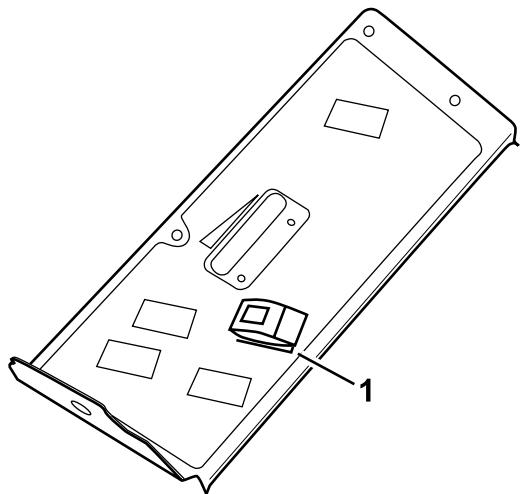

Figure 18
- L'interrupteur des feux de détresse commande les feux de détresse et fonctionne que le commutateur d'allumage soit tourné sur Contact ou sur Arrêt (Figure 18).